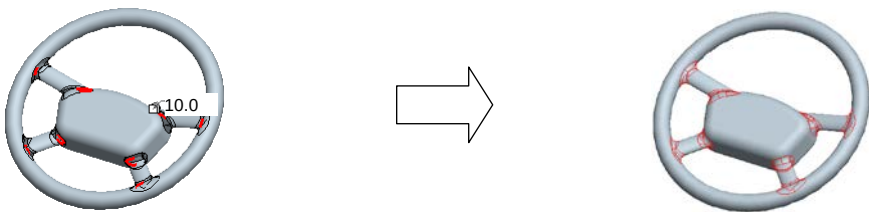

图 4.4.51 圆角特征 4
Step17. 创建图 4.4.51 所示的圆角特征 4，相关操作参见 Step15，圆角半径值为 10.0。